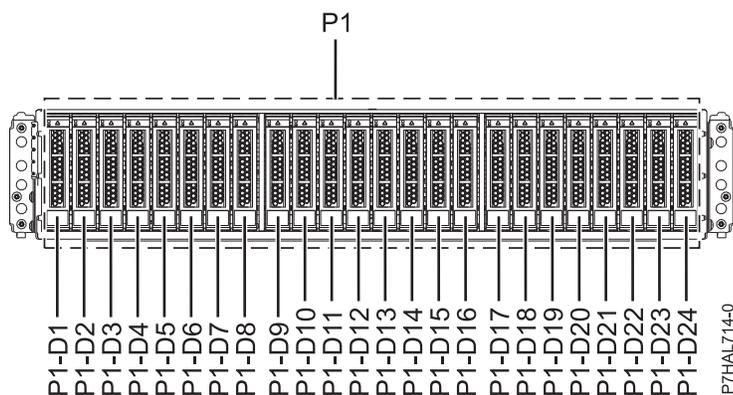
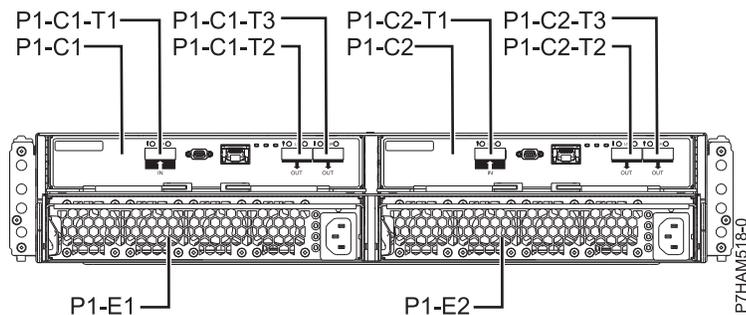

Figure 1. Vue avant du boîtier d'unité de disque 5887 illustrant les emplacements des unités de disque
Figure 2. Vue arrière du boîtier d'unité de disque 5887
1. Identifiez le composant et le boîtier sur lesquels vous souhaitez intervenir. Les emplacements des unités de disque et des unités SSD sont situés à l'avant du boîtier. La figure 1 et la figure 2 illustrent les vues avant et arrière du boîtier ainsi que les emplacements des unités de disque dans le boîtier.